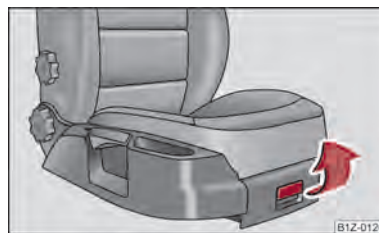

Fig. 83 Siège du passager avant : Vide-poches
- Pour ouvrir le couvercle, le faire basculer et le tirer ⇒ fig. 83